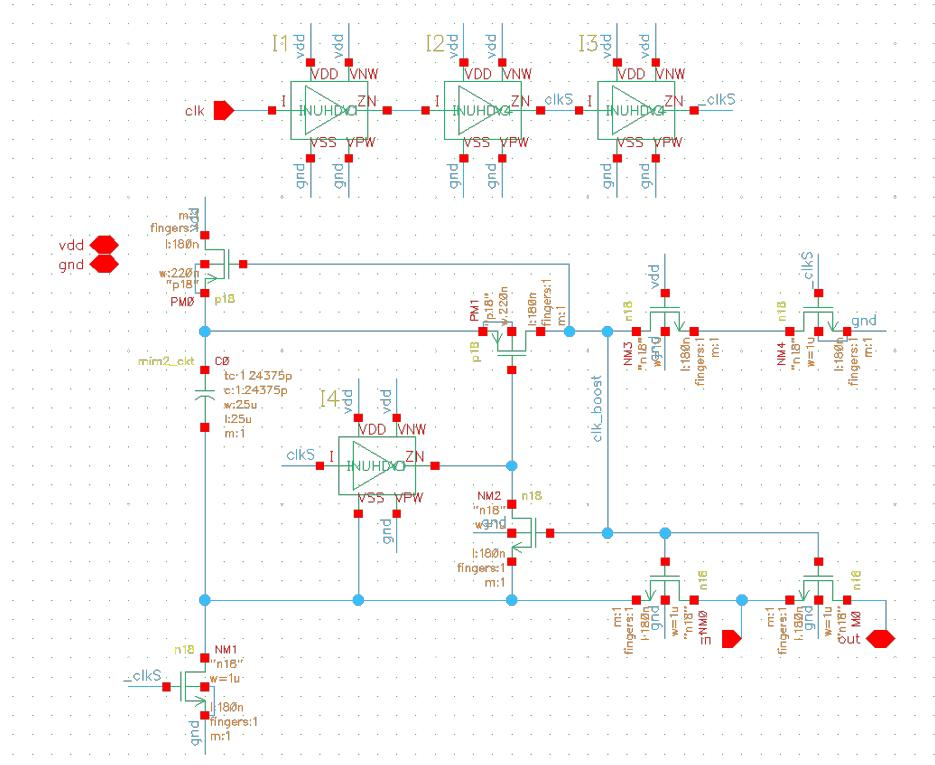

图 90 棚压自举采样保持电路
12. 综合使用添加器件，复制，移动，旋转，连线和 label 功能，完成棚压自举采样保持电路的搭建。如图 90 所示。
与小节 3.7 不同，这一次根据图 90，可以发现 NMOS 的栅极为 `IO` 的内部节点 `IO/clk_boost`，而源极仍为 `in` 节点。因为两节点在不同的电路层次中，所以无法使用 `result browser` 中的绘制差分波形 功能。但这也引出了更加强大的 `Calculator` 功能。本小节将介绍 `Calculator` 的一些基本使用方法。